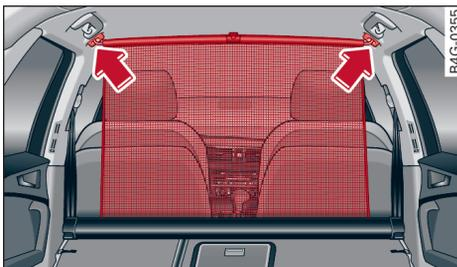

图 99 已翻折的靠背：挂上隔离网
- ▶ 向上拉隔离网。将横杆挂入前座椅上方的固定环中 - 箭头- ⇒ 图 99。